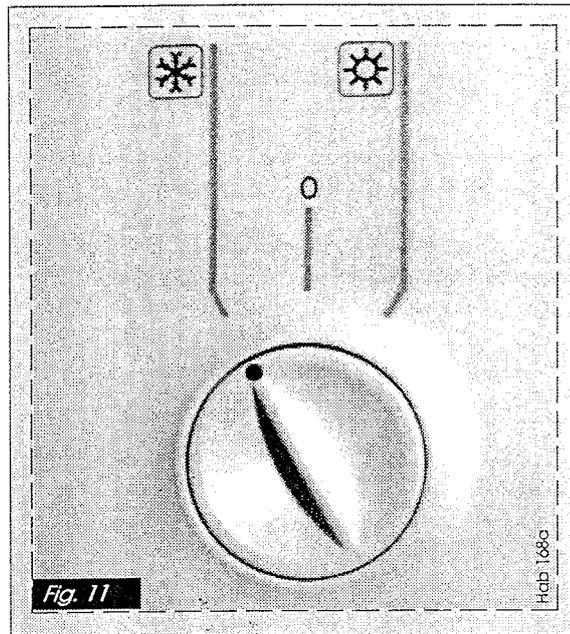

Fig. 11
- Positionner le commutateur **fig. 11** sur